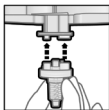

Fig. 2
3. Sett en av de vedlagte Dynamix Mixing Tips over utgangsåpningene på sylinderampullen (fig. 2)